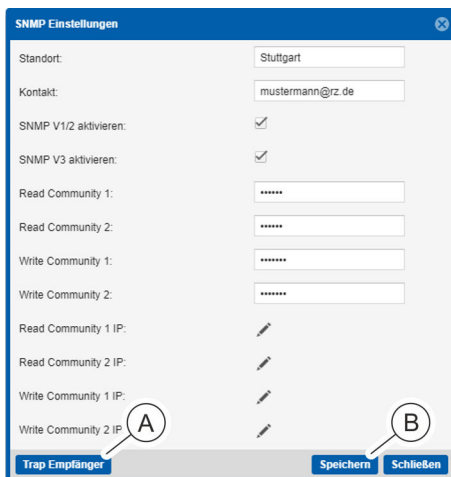

Abb. 139: Fenster "SNMP Einstellungen"
2. ➔ Im Fenster "SNMP Einstellungen" die Schaltfläche „Trap Empfänger“ (Abb. 139/ⓐ) anklicken.